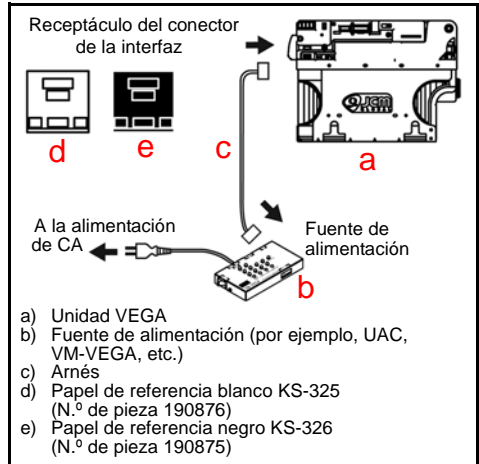

Figura 11 Herramientas y cableado para la calibración sin PC
1. La Figura 11 ilustra la configuración del arnés y de las herramientas de conexión de calibración necesarias para calibrar SIN utilizar una PC.